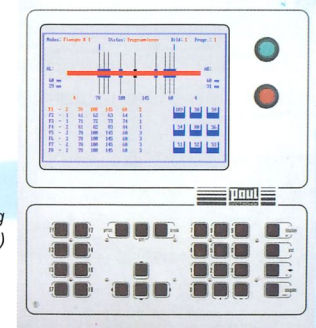

Abb. 9: NCD-Steuerung (PC-Schnittbildsteuerung)
- NCD-Steuerung (Schnittbild-Steuerung) mit Industriecomputer, Farbmonitor und Tastatur (Abb. 9)
- NCD-Steuerung (Schnittbildsteuerung) (Abb. 9)